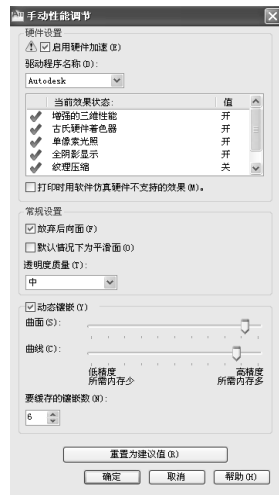

图 1-27 “手动性能调节”对话框
- “手动调节”按钮：单击此按钮弹出“手动性能调节”对话框，如图1-27所示。在此对话框中可以设置影响三维显示性能的选项手动调节性能，包括“硬件设置”、“常规设置”、“动态镶嵌”、“重置为建议值”等区域和按钮。